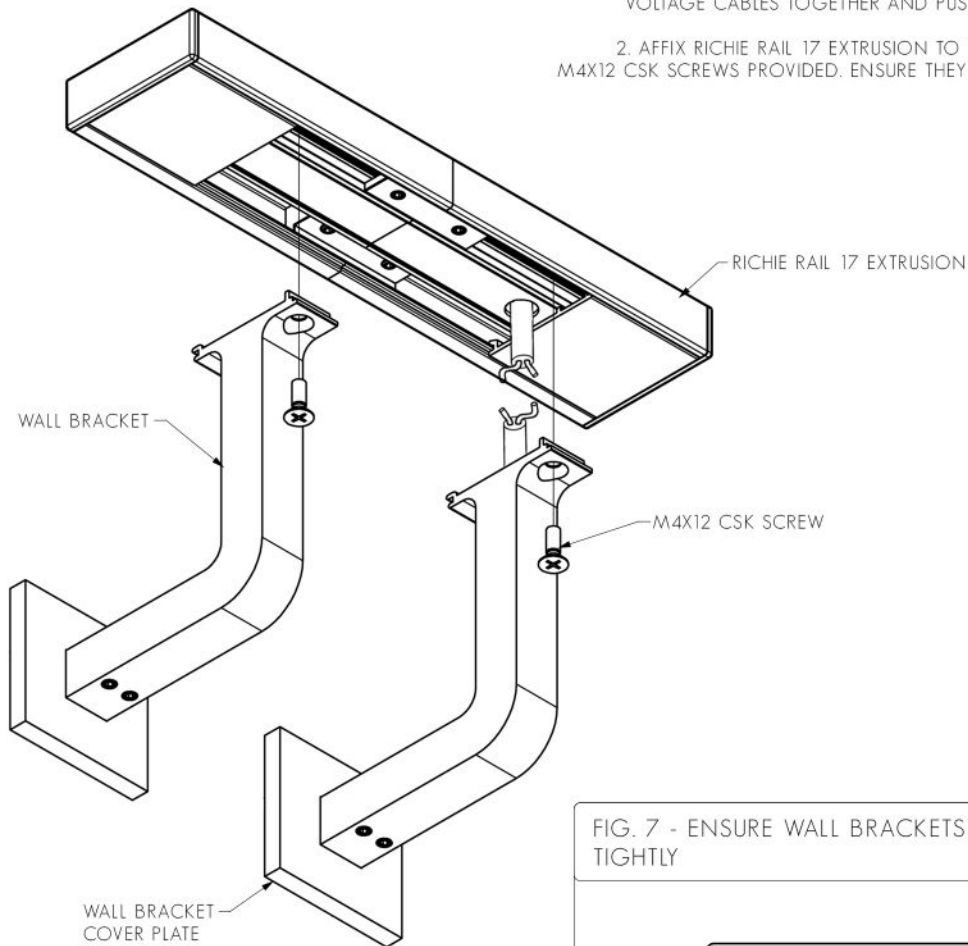

FIG. 7 - ENSURE WALL BRACKETS ARE SECURED TIGHTLY
2. AFFIX RICHIE RAIL 17 EXTRUSION TO WALL BRACKETS USING M4X12 CSK SCREWS PROVIDED. ENSURE THEY ARE TIGHT. SEE FIG. 7.